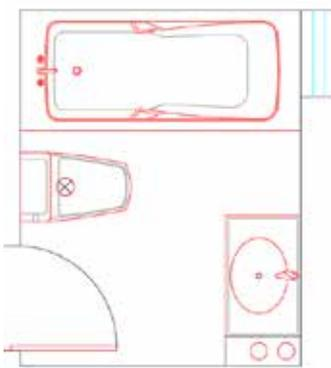

图 2-22
STEP 22 执行“直线”命令和“圆弧”命令，绘制水龙头，执行“修剪”命令，修剪龙头，如图 2-22 所示。